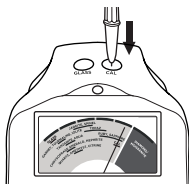

Fig. 1.4
- Pulse la sonda tipo bolígrafo sobre el disco de prueba de Calibración (CAL) ubicado a la derecha de la lámpara indicadora (**Fig. 1.4**). Aplique suficiente presión para retraer la punta sobresaliente completamente dentro de la sonda tipo bolígrafo. El indicador debería evarse y permanecer dentro de la banda roja (preferentemente en el centro de la banda roja) con "CAL" impreso en la parte superior en dos a tres segundos.